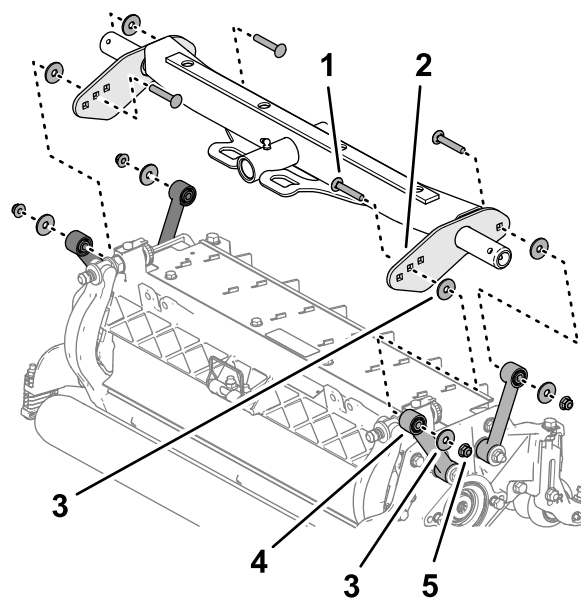

Figura 18
- Aliniați o aibă între placa de susinere și articulaie (Figura 18) și asamblați lejer plăcile și distanțierul cu un urub de fixare ( $\frac{3}{8}$  x 2  $\frac{1}{4}$ "), aibă și contrapiuliă cu guler ( $\frac{3}{8}$ ").